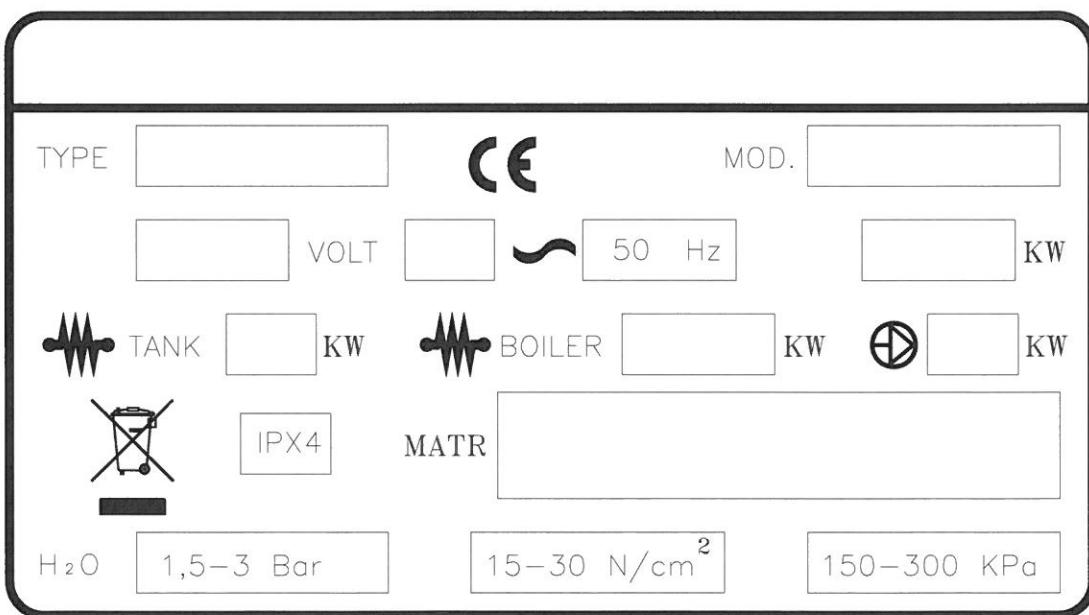

Рис. 1-1
- Табличка с техническими данными (Рис. 1-1) прикреплена на правой панели машины. Она содержит всю необходимую для установки машины информацию.
- The specifications tag (Fig. 1-1) is placed on the right-hand panel of the machine. It contains all the neccessary data to install the appliance.
- Das Maschinenschild (Fig. 1-1) befindet sich an der rechten seite des Gerätes. Es enthält alle für die Aufstellung notwendigen Daten.
- La plaquette (Fig. 1-1) comportant les caractéristiques de l'appareil est placée sur le côté droit. Elle indique toutes les données nécessaires à la mise en place de la machine.
- La placa de características (Fig. 1-1) está ubicada en el flanco derecho de la máquina. Contiene todos los datos necesarios para la instalación.